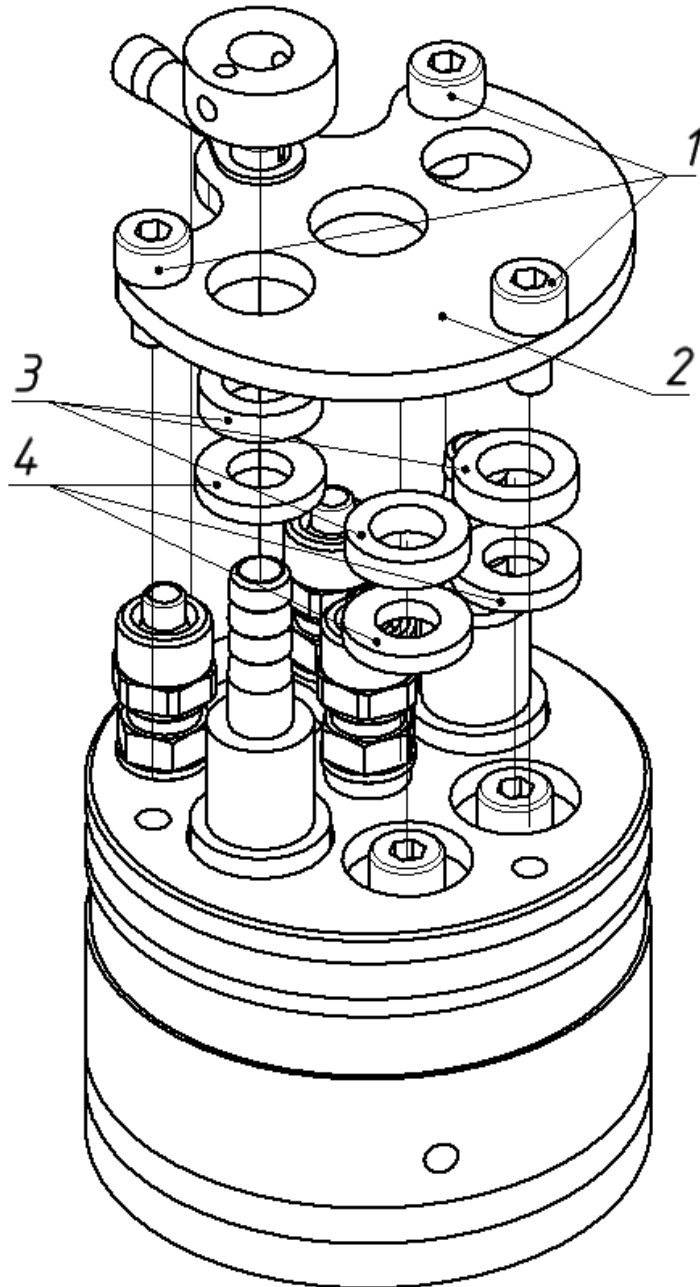

Рис.7.2.1 Чистка источника ионов IS-52 : установочные винты - 1, выжимная шайба - 2, кольца - 3, уплотнительные прокладки.
7.2 Если обнаружена течь по вакууму через резиновое уплотнение необходимо подтянуть уплотнения винтами поз. 1 рис. 7.2.1.